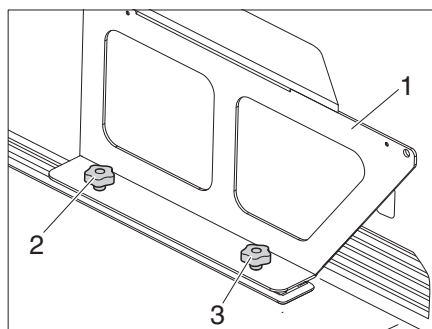

Figure 26 Couche de la rallonge de lit
- Dévisser deux vis à étoile (Figure 26,2) et enlever la couche (Figure 26,1) de la rallonge de lit.
- Placer la couche (Figure 26,1) de la rallonge de lit.
- Visser d'abord la vis à étoile (Figure 26,3) arrière.
- Visser la vis à étoile (Figure 26,2) avant.